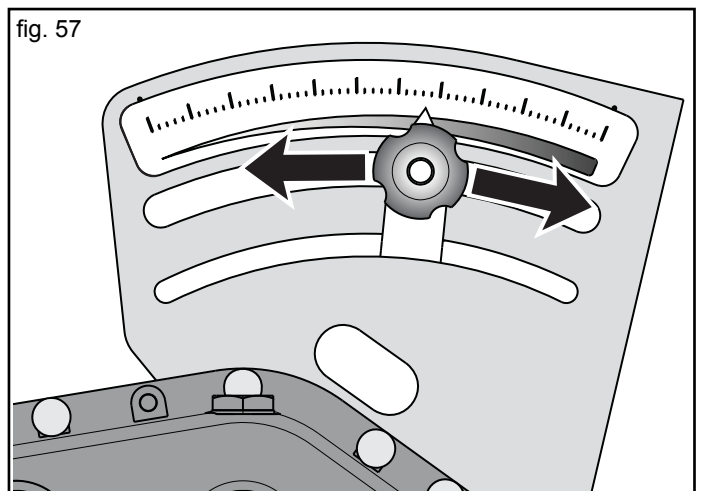

fig. 57
- 7) ... den Hebel bis an das Ende der Skala «0» (Null) senken und ihn anschließend auf den gewünschten Wert bringen (Abb. 57).